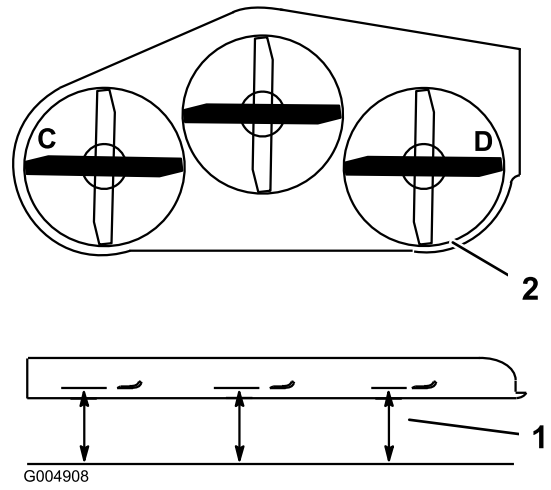
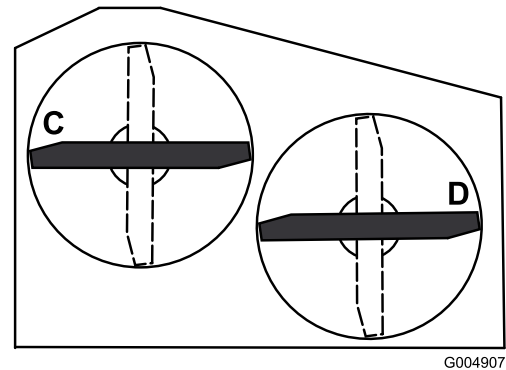

Figura 68
Figura 69
- Coloque las cuchillas en posición lateral. Mida la cuchilla en las posiciones C y D desde una superficie nivelada hasta el filo de corte de las cuchillas (Figura 68). Para carcasas de corte de 36 pulgadas, consulte la Figura 69.